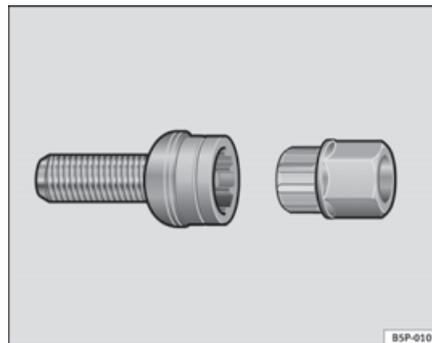

Abb. 183 Diebstahlhemmende Radschrauben ▶
- Setzen Sie den Adapter bis zum Anschlag in der diebstahlhemmenden Radschraube ein ⇒ Seite 252, Abb. 183.